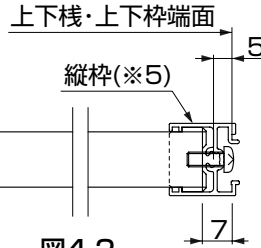

図4-2
④F1型、F1A型、F3型、F3A型、FA型、FB型は、縦棧及び、縦枠を切断した端部個所に取付け直してください。(図4-2、図4-6参照)